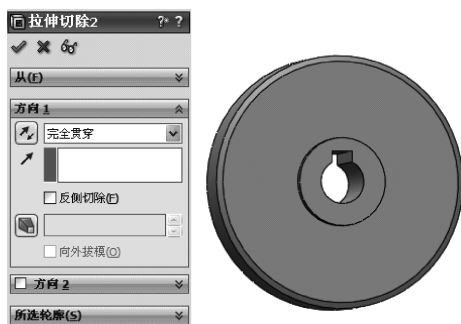

图 12-7 拉伸切除特征 2
6) 单击【特征】工具栏中的 （拉伸切除）按钮，在【属性管理器】中弹出【拉伸切除】属性设置。在【方向 1】选项组中，设置【终止条件】为【完全贯穿】，单击 （确定）按钮，生成拉伸切除特征，如图 12-7 所示。